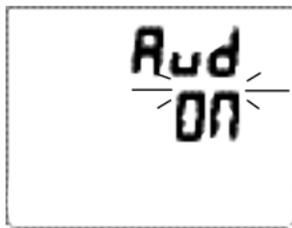

Fig. 23 - AJUSTE ALARMA SONORA
**AJUSTE DE LA ALARMA SONORA;** ésta es la información mostrada (Fig. 23):